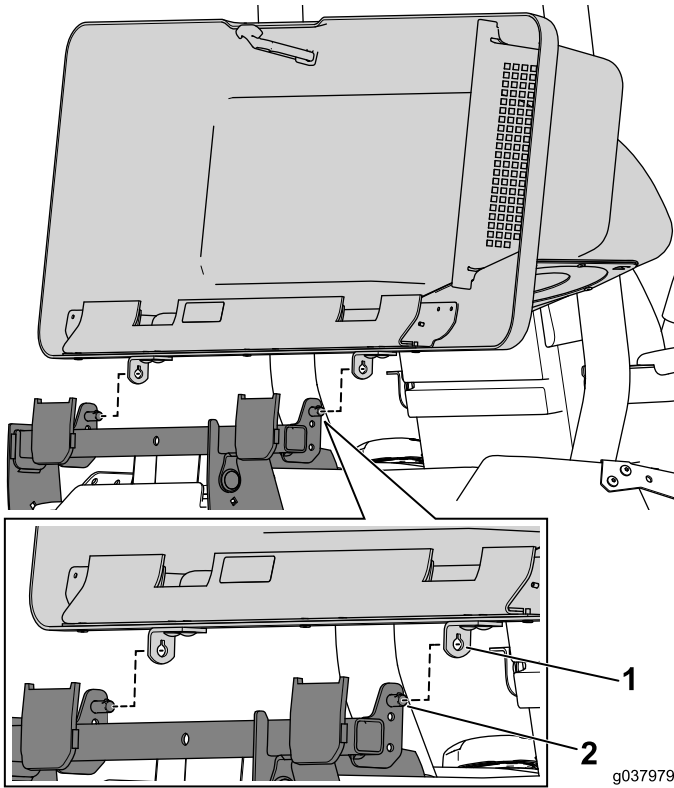

Figura 27
1. Alinee el orificio en forma de bocallave del soporte de giro con la clavija del pasador de giro y deslice la tapa sobre el pasador (Figura 27).